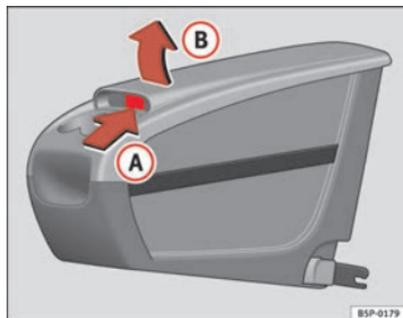

Abb. 113 Zusätzliche Ablage. Öffnen
- Die Klappe **B** im Bereich **A** ⇒ Abb. 113 anheben.